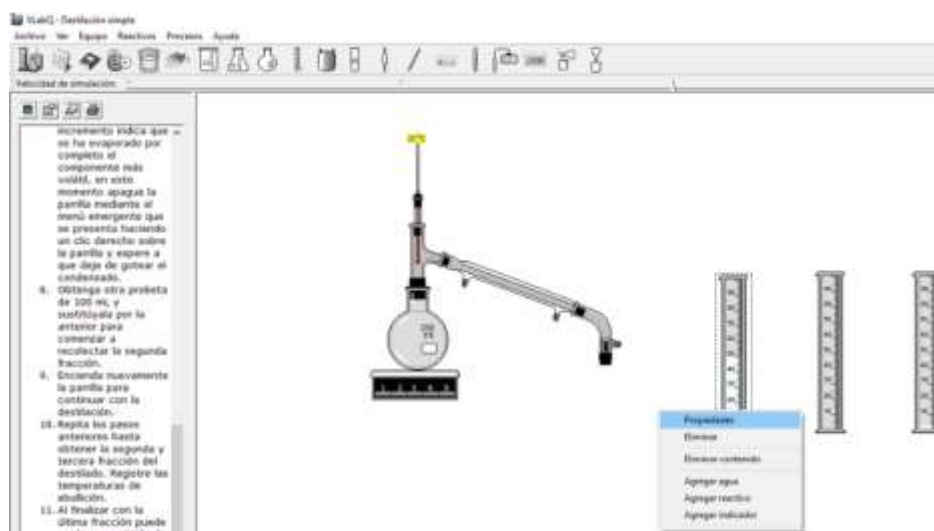

Figura 7. Composición de cada fracción del destilado.
11. Observe la composición de cada fracción al terminar con la última. Para esto dé clic derecho sobre cada probeta y seleccione **Propiedades** del menú emergente (figura 7).